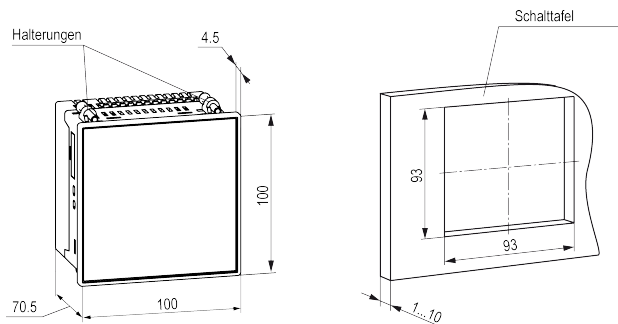

Abb. 2 Abmessungen und Ausschnittsmaße
1. Bereiten Sie einen Einbausschnitt in der Schalttafel vor (siehe Abb. 2).